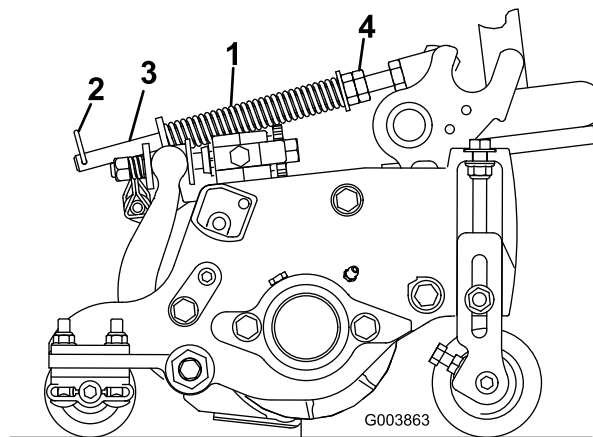

Figure 13
- Vérifiez que la goupille fendue est insérée dans le trou de la tige de ressort (Figure 13).
- Serrez les écrous hexagonaux à l'extrémité avant de la tige de ressort jusqu'à ce que la longueur du ressort comprimé soit égale à 15,9 cm (Figure 13).